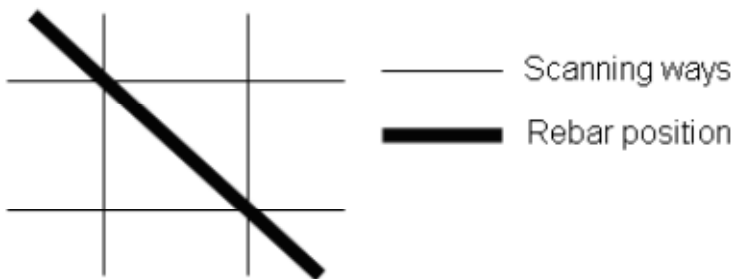

Fig. 01
a. Eseguire un numero di scansioni superiori incrociando i percorsi in modo da ottenere una griglia con le informazioni dei rilevati (vedi Fig. 01)